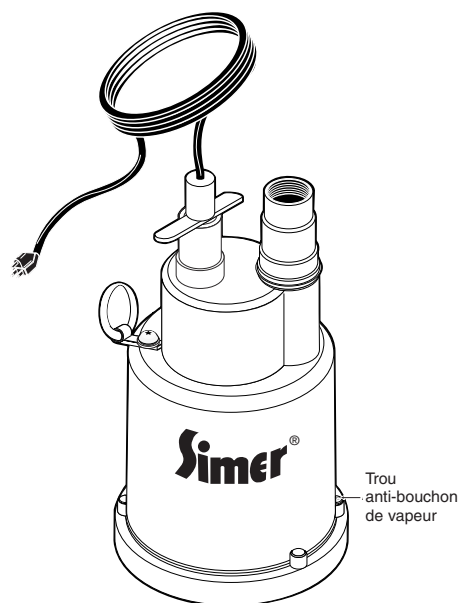

Figure 1
3. Cette électropompe est équipée d'un trou anti-bouchon de vapeur (se reporter à la Figure 1). Pour que l'électropompe fonctionne adéquatement, toujours garder ce trou propre.